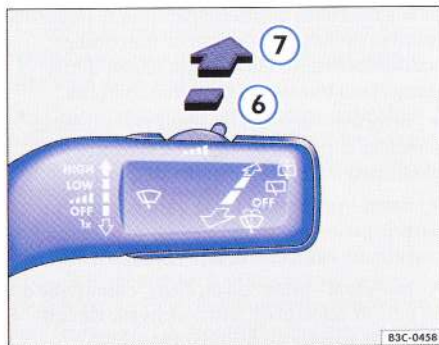

Fig. 48 Imagine de referință maneta ștergătoarelor: Ștergătoarele de lunetă.
– Aduceți maneta ștergătorului de parbriz în față, în poziția ⇒ fig. 48 ⑥. Brațul ștergătorului funcționează din 6 în 6 secunde.